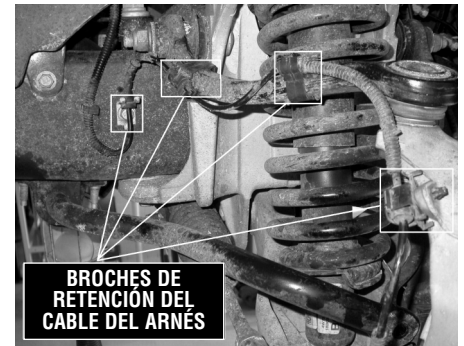

FIGURA 1
6. Si el vehículo es equipado con sistema ABS, desconectar la conexión del arnés de seguridad de la parte superior de brazo de control y del marco (estructura). (VER FIGURA 1.)
21. Re-instalar el cable del arnés de seguridad del Sistema ABS, si estuviera equipado con dicho sistema, a la parte superior del brazo o de la barra y del marco (VER LA FIGURA 1).